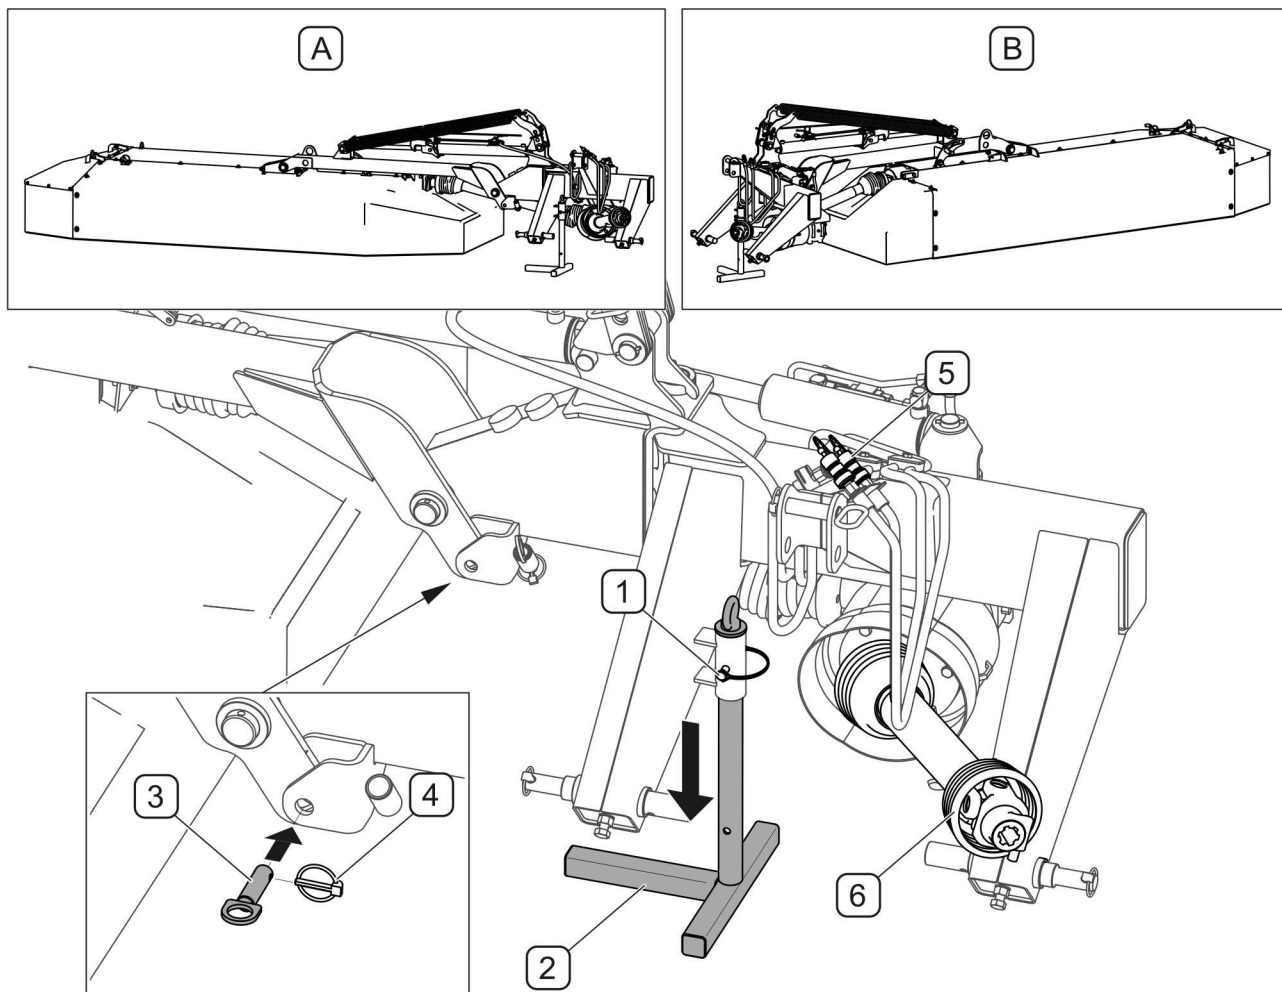

РИСУНОК 4.12Отсоединение косилки от трактора
Прежде чем отсоединить косилку от системы подвески трактора, необходимо заблокировать несущее плечо в нерабочем положении при помощи шкворня (3) и чеки (4) (РИСУНОК 4.12). Запрещается отсоединять косилку от трактора с незаблокированным несущим плечом.
При отсоединении косилки от трактора (РИСУНОК 4.12) нужно соблюдать следующую очередность операций:
- вынуть страховочную чеку (1) и опустить опору (2);
- при помощи шкворня (3) и кольца (4) зафиксировать несущее плечо в нерабочем положении;
- отсоединить от трактора штекеры (5) гидравлических проводов, надеть на них колпачки и поместить на специальные подвески на раме косилки,
- отсоединить телескопический карданный вал от ВОМ трактора (4) и поместить на подвеску,
После отсоединения от трактора необходимо поставить косилку в положение (А) или (В), чтобы она опиралась на опору (2) и на режущий брус (РИСУНОК 4.12)